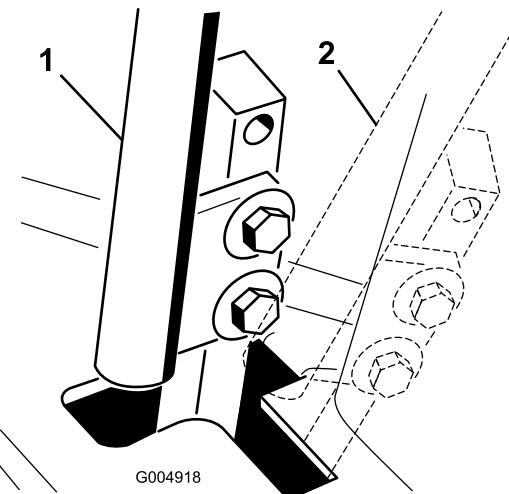

Figura 64
4. Desloque as alavancas para a posição neutra mas **não bloqueada** (Figura 64).
6. Verifique onde é que a alavanca de controlo está relativamente ao entalhe na consola (Figura 64). Deverá estar centrada permitindo que a alavanca rode para fora para a posição de bloqueada em ponto-morto.